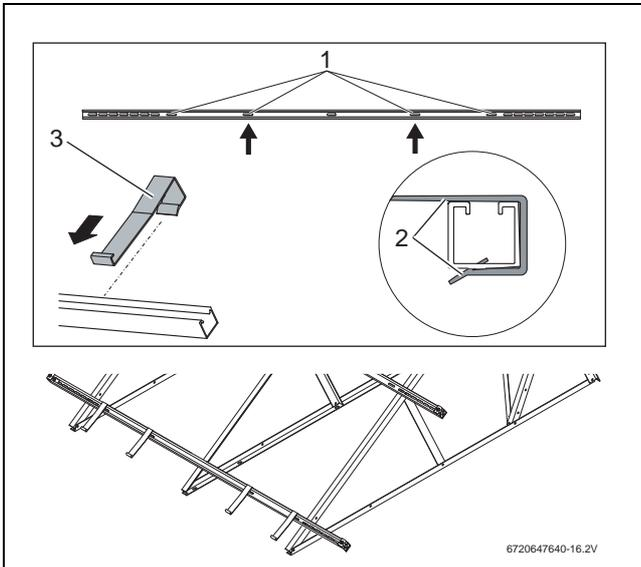

Fig. 24 Encaixar as protecções contra deslizamento
- ▶ Deslocar as protecções contra deslizamento (Fig. 24, [3]) nos furos alongados interiores [1], a partir de fora, sobre os perfis, até encaixarem [2].